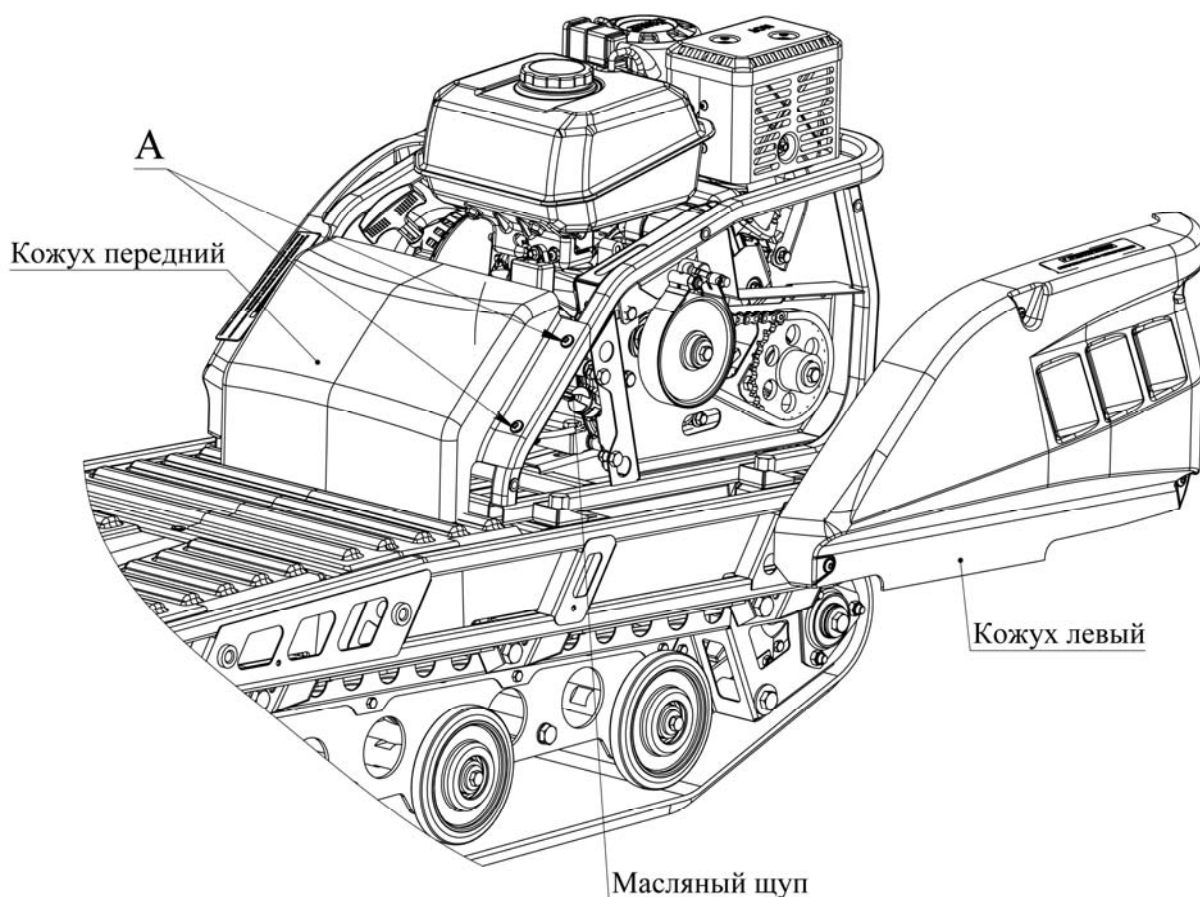

Рисунок 9.
1. снять пластиковый кожух левый (рисунок 9);